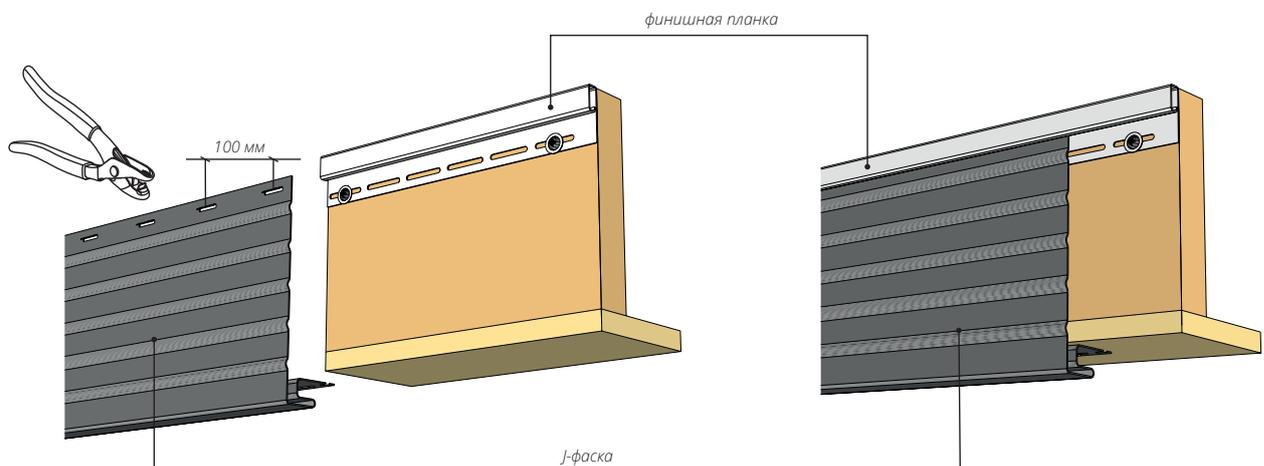

Рисунок 86
- 20.1** Монтаж с помощью J-фаски (ветровой доски). Если ширины ветровой доски достаточно для закрытия лобовой доски J-фаской, монтаж осуществляется следующим образом: вдоль верхнего края лобовой доски устанавливается финишная планка (рис. 86); при необходимости J-фаска обрезается до нужной ширины; используя пробойник насечек, сделайте насечки с интервалом 100 мм и установите J-фаску таким образом, чтобы ее верхний край фиксировался в финишной планке.